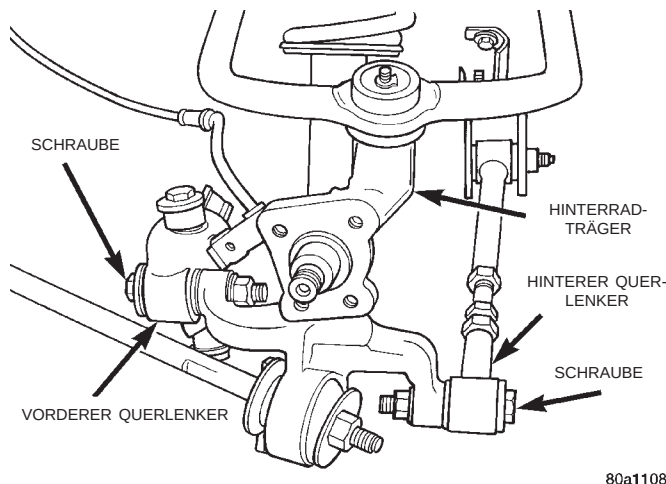
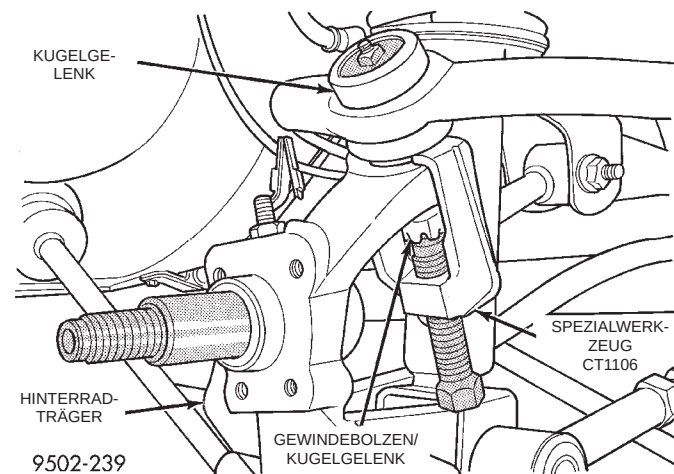
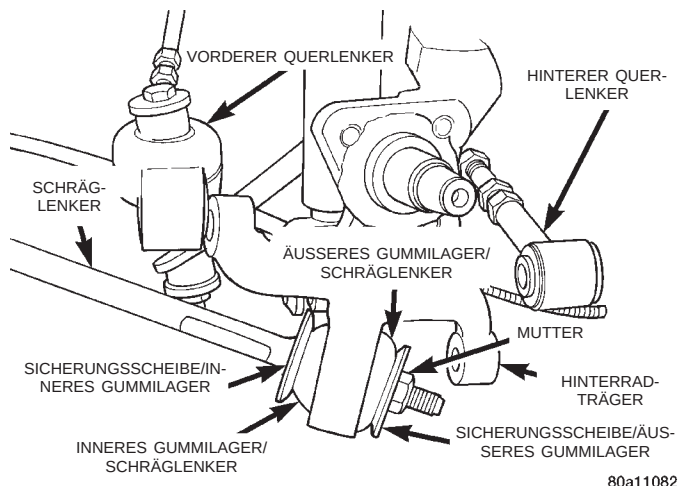

Abb. 15 Befestigung der Querlenker am Hinterradträger
Abb. 16 Gewindebolzen des Kugelgelenks aus dem Hinterradträger herausziehen
Abb. 19 Gummilager und Sicherungsscheiben des Schräglenkers einbauen
(8) Den vorderen und hinteren Querlenker vom Hinterradträger abschrauben (Abb. 15).
(9) Splint und Kronenmutter vom Kugelgelenk des oberen Querlenkers abbauen.
(10) Den Gewindebolzen des Kugelgelenks mit Abzieher CT-1106 herausziehen (Abb. 16). Vor der Montage des Abziehers die Kronenmutter auf den Gewindebolzen schrauben (Abb. 16), um das Gewinde zu schützen.
ACHTUNG! Beim Einbau der Gummilager am Schräglenker und dem Hinterradträger müssen die Sicherungsscheiben für die Gummilager so eingebaut werden, daß die ballige Seite zum Gummilager und zum Hinterradträger hin weist (Abb. 19).
(2) Hinterradträger am Schräglenker montieren. Dann das äußere Gummilager des Schräglenkers, die Sicherungsscheibe und die Mutter auf dem Schräglenker montieren (Abb. 19). Mit einem großen verstellbaren Schraubenschlüssel (Engländer) den Schräglenker festhalten und die Befestigungsmutter des Schräglenkers (Abb. 19) mit einem Anzugsmoment von 99 N·m (73 ft. lbs.) festziehen.
(3) Gewindebolzen des Kugelgelenks in den Hinterradträger einbauen. Kronenmutter aufschrauben und mit einem Anzugsmoment von 85 N·m (63 ft. lbs.) festziehen. Splint in den Gewindebolzen einbauen.
(4) Vordere und hintere Querlenker am Hinterradträger montieren und Muttern, Schrauben und Unterlegscheiben einbauen (Abb. 15). Schrauben und Muttern der Querlenker am Hinterradträger mit einem Anzugsmoment von 108 N·m (80 ft. lbs.) festziehen.